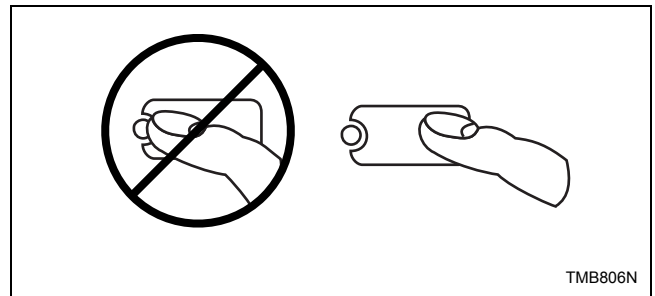

Figure 5
**REMARQUE :** Ne pas appuyer directement sur le voyant ou sur le centre de la touche. Pour sélectionner correctement une touche, appuyer légèrement à droite du centre. Se reporter à la *Figure 5*.